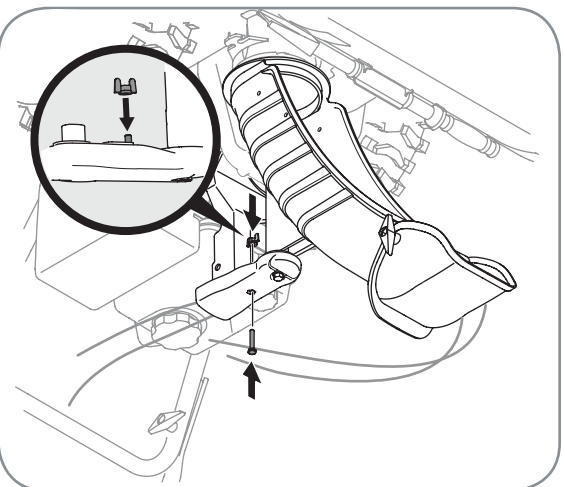

Figure 3-4
4. Continuez l'installation de la goupille sur son support avec l'écrou à oreilles et la vis hex. retirés plus tôt. Voir la Figure 3-4.